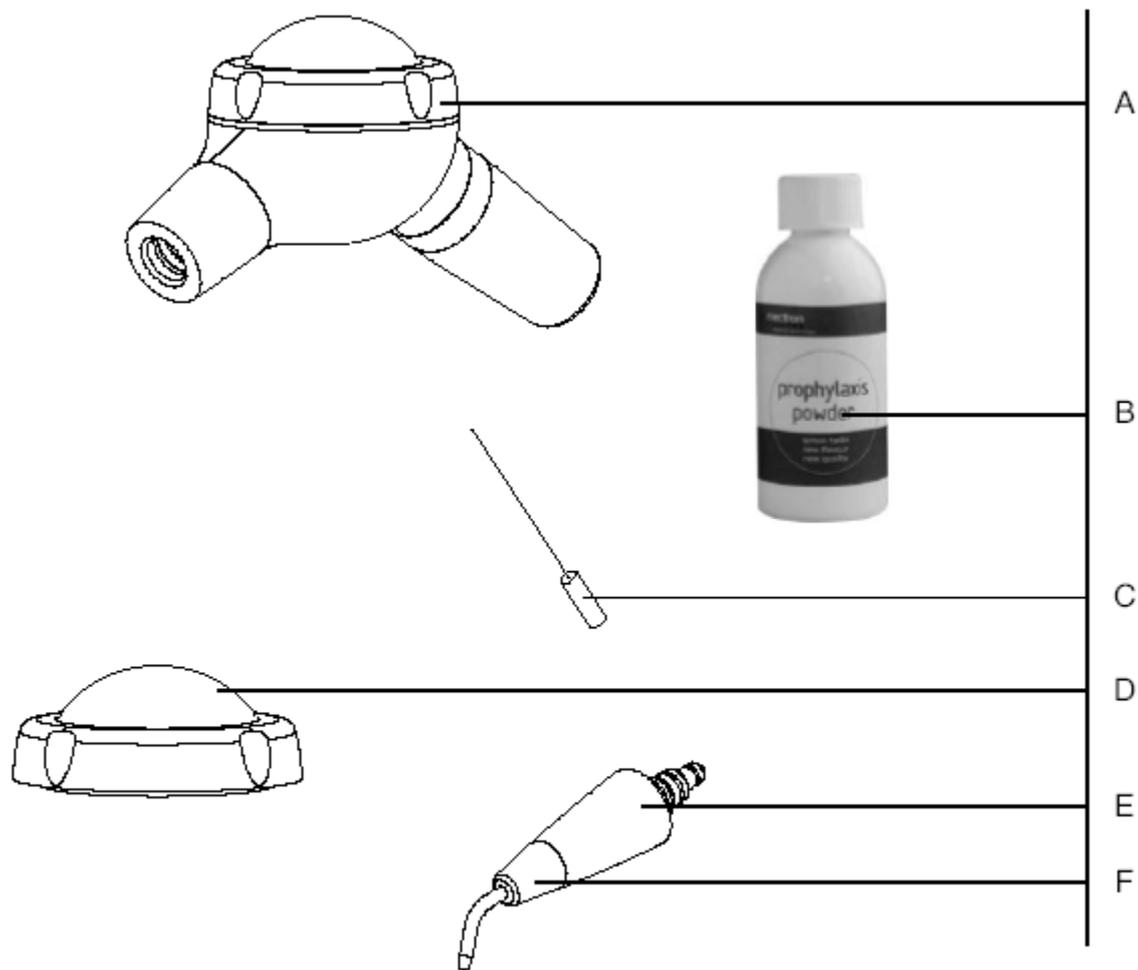
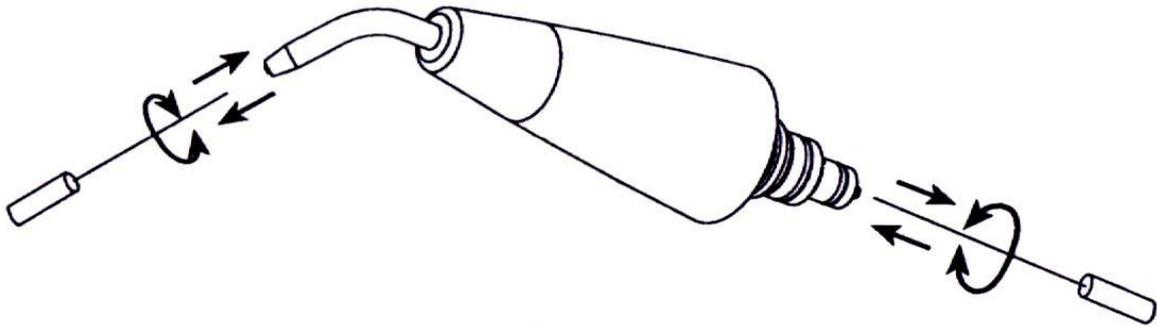

Fig. 2
Fig. 5
1. Корпус аппарата (см. рис.2 - Ref.A).
2. Профилактический порошок (см. рис.2 - Ref.B);
3. Иголочка для чистки пескоструйного наконечника (см. рис.2 - Ref.C).
4. Запасная крышка резервуара Easy jet (см. рис.2 - Ref.D);
5. Головка наконечника (см. рис.2 - Ref.E);
6. Колпачок насадки (рис.2 - Ref.F)
2. Пользуйтесь иглами, поставляемыми с прибором, для очистки каналов от остатков порошка (см. рис.2 - Ref.C), делайте так, как указано на (Fig.5). Продуйте сжатым воздухом центральное отверстие пескоструйного носика с двух концов при помощи шприца.
Предостережение: прочищайте канал сопла, используя только иглу, входящую в комплект поставки аппарата (см. рис.2 - Ref.D).
1. Головка наконечника (см. рис.2 - Ref.E).
2. Иглы для чистки пескоструйного носика (см. рис.2 - Ref.C).
2. Очистите канал от остатков порошка при помощи иглы, входящей в стандартную поставку (см. рис.2 - Ref.C) как показано на рисунке (см. рис.5). С двух сторон продуйте отверстия пескоструйного носика сжатым воздухом.
1. Если воздушный коридор пескоструйного носика засорился, достаточно только выключить аппарат на несколько секунд и с помощью иглы для чистки, входящей в комплект поставки, очистить канал от остатков порошка (см. рис. 5). Если засор пескоструйного носика произошел вследствие применения очень жесткой воды, рекомендуется опустить его на несколько минут в 2% раствор соляной кислоты.